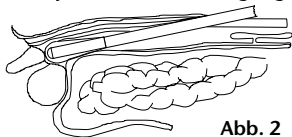
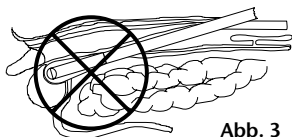

Abb. 2
Abb. 3
2. Schieben Sie das (bilaterale) dilatierende Ballonsystem vor, bis Sie die geeignete Stelle im extraperitonealen Raum erreicht haben (Abb. 2). Es ist äußerst wichtig, dass Sie das Instrument nicht zu tief einführen und dass Sie auf den Ballon keinen Druck ausüben, durch den eine Verletzung der benachbarten Organe und Strukturen, z.B. der Blase, verursacht würde. (Abb. 3). Platzieren Sie das Ballonsystem so, dass die grüne Markierung am Ansatz (nur 1285-50-11) nach oben, d.h. von der Bauchdecke weg zeigt. Nur so stellen Sie sicher, dass sich der Ballon lateral von unten nach oben entrollt.